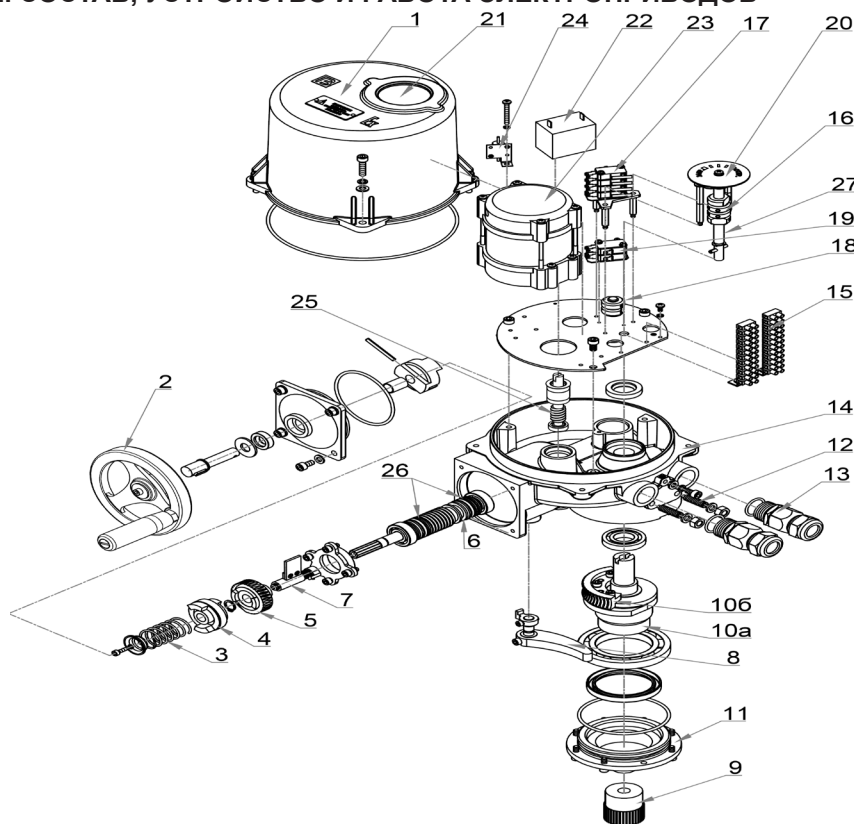

Рис.1 Электропривод ГЗ-ОФВ(М)
У электропривода ГЗ-ОФВ(М) переключение в ручной режим осуществляется рычагом переключения режимов (8) (рис. 1). Для этого необходимо переместить рычаг в сторону корпуса электропривода до его фиксации. Если фиксация не произошла, повернуть маховик (2) при нажатом рычаге (8) до фиксации. Вращением маховика (2) производится поворот выходного вала привода. При включении электродвигателя привода рычаг (8) автоматически вернется в исходное положение и произойдет переход в режим работы от электродвигателя.
Для перемещения рычагов переключения режимов (8) (рис. 1) не следует прилагать чрезмерно больших усилий.